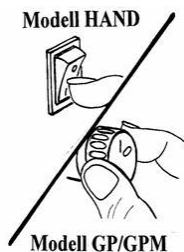

fig. 5
- Press the Rocker Switch to „I” respectively turn Selector Button to „I”. (fig. 5)